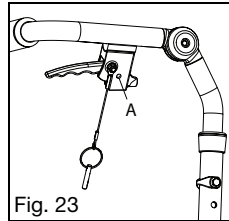
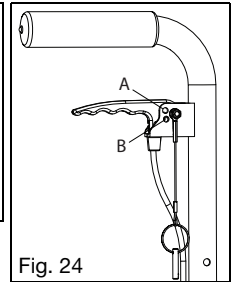

Fig. 23
Fig. 24
- a. Determine qué estilo de vara de espaldar y gatillo se proporcionaron con la silla comprobando las imágenes de las Figs. 23 y 24.
- c. Inserte el pasador, unido por un cordón al gatillo, en el orificio del gatillo manual (Fig. 23:A y 24:A).
silla comprobando las imágenes de las Figs. 23 y 24.
- c. Para el estilo que se muestra en la Fig. 23, bloquee el gatillo en la posición de desbloqueo insertando el pasador en el orificio del gatillo manual (Fig. 24:B).